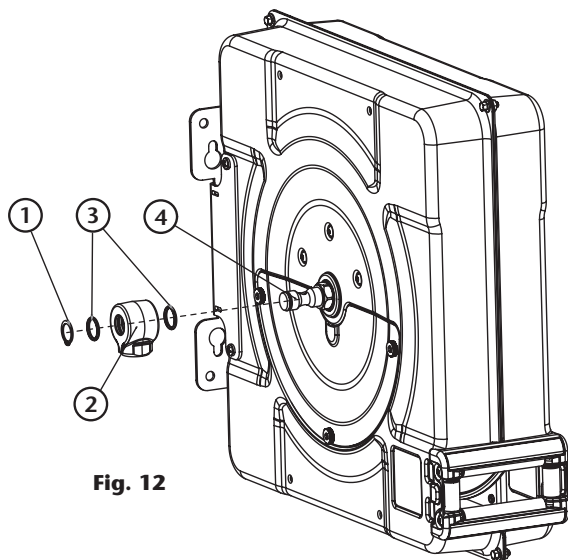

Fig. 12
2. Retire el circlip (1) (fig. 12) del eje y extraiga la rótula (2) (fig. 12).
3. Sustituya las juntas de estanqueidad (3) (fig. 12). En los modelos de media y alta presión, las juntas están ubicadas en la rótula. En los modelos de baja presión, las juntas están ubicadas en el eje. Si además de las juntas, necesita sustituir la rótula, desconecte la manguera de acometida de ésta, y vuelva a conectarla a la nueva rótula.
4. Aplique un poco de grasa al eje (4) (fig. 12) y la rótula para volver a introducirla con cuidado sobre el eje.